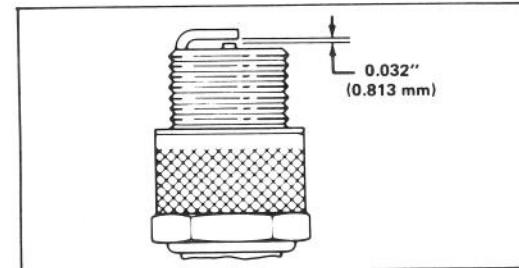

Figure 17
3. INSTALLATION DE LA BOUGIE — Fixez l'écartement (Fig. 17) entre les électrodes à 0,032" (0,81 mm). Installez la bougie et serrez à 15 pieds-livres (20,4 N.m). Si vous n'utilisez pas de clé dynamométrique, serrez la bougie fermement. Branchez le câble sur la bougie et remontez le tableau de commande.